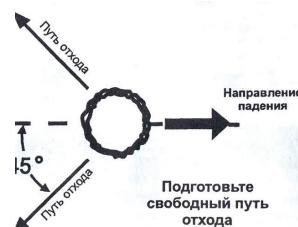

рис. 2
5.1 Основные правила по валке деревьев (рис.2,3)